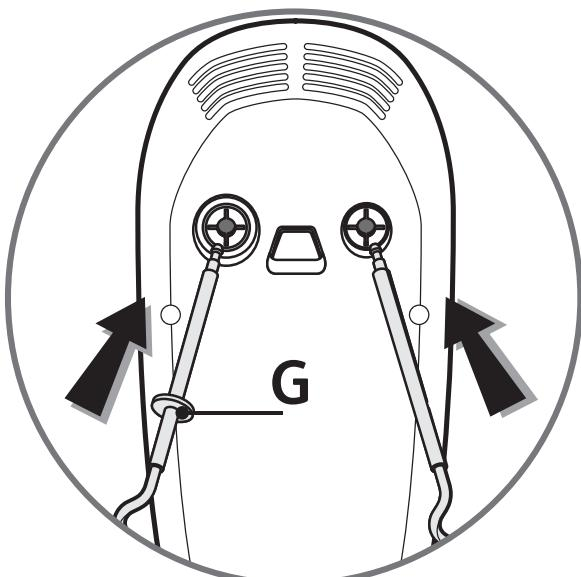

fig.1
- Вставьте ножки каждого из венчиков (B или F) или крюка (D) в специально предназначенные для этого
отверстия и зафиксируйте их. **Венчики и крюки имеют специфическую форму, крюк или венчик с устройством, предотвращающим неверное соединение (G), вставляется слева, в более широкое отверстие (Рис.1).**
- Вставьте ножки каждого из венчиков (**C**) или крюка (**E**) в специально предназначенные для этого отверстия и зафиксируйте их. **Венчики и крюки имеют специфическую форму, крюк или венчик с устройством, предотвращающим неверное соединение (G), вставляется слева, в более широкое отверстие (Рис.1).**